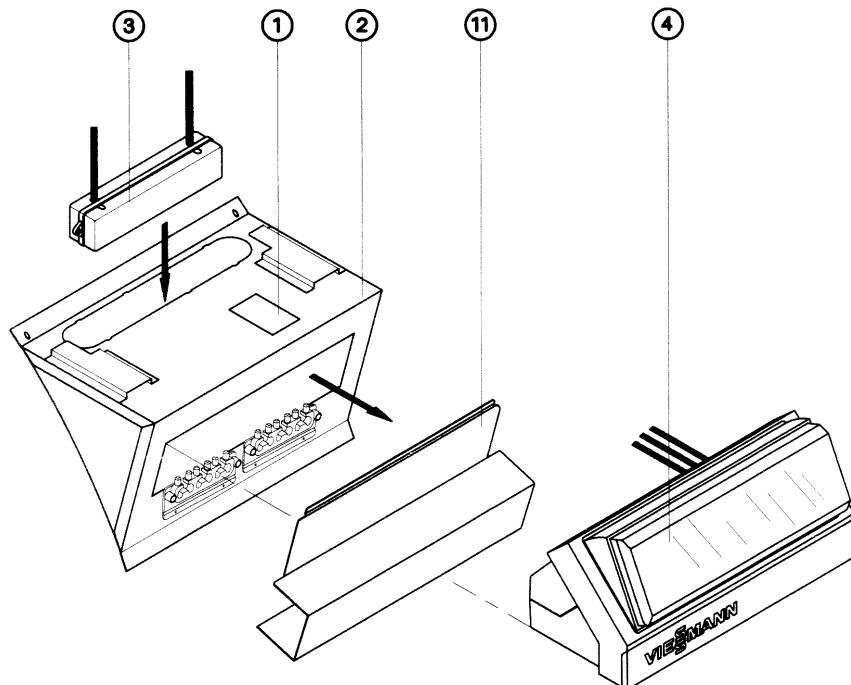

Рис. 4
17. Сетевую линию с штекерным соединителем ⑩ (находится в упаковке регулятора) и линии внешних соединений ⑨ провести через кабельные каналы к консоли.
20. Остальные штекерные соединители провести через отверстия устройства крепеж линии, препятствующей вытаскиванию провода ⑩ к коробке штекерных разъемов ③ и соединить с ней (зафиксировать с характерным щелчком).
21. Коробку штекерных разъемов ③ с линиями спрятать во внутреннем пространстве консоли.
25. Консоль закрыть при помощи металлической крышки ⑪ (смотри рис. 4 на странице 8) и самонарезающих винтов.